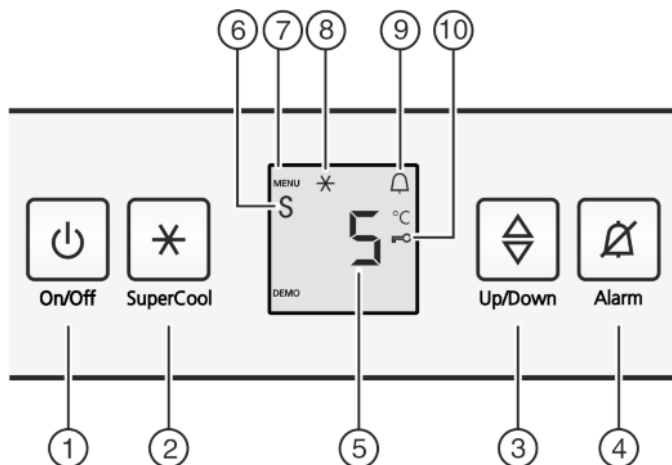

Fig. 2
- ▶ Нажать кнопку On/Off Fig. 2 (1).
- ▶ Активация режима настройки: удерживайте кнопку SuperCool Fig. 2 (2) прим. 5 с.
- ▷ Символ меню Fig. 2 (7) горит.
- ▶ С помощью клавиши настройки Fig. 2 (3) выберите с.
- ▶ Коротко нажимайте кнопку SuperCool Fig. 2 (2) для подтверждения.
- ▶ Для включения защиты от детей коротко нажмите клавишу SuperCool Fig. 2 (2).
- ▷ Символ "Защита от детей" Fig. 2 (10) горит. На индикации мигает с.
- ▶ Для выключения защиты от детей коротко нажмите клавишу SuperCool Fig. 2 (2).
- ▷ Символ защиты от детей Fig. 2 (10) гаснет. На индикации мигает с.
- ▶ Выход из режима настройки: нажмите кнопку On/Off Fig. 2 (1).
- ▶ Нажмите кнопку Alarm Fig. 2 (4).
- Активация режима настройки: удерживайте кнопку SuperCool Fig. 2 (2) прим. 5 с.
- ▷ Светится символ Меню Fig. 2 (7).
- Чтобы вызвать функцию режима Sabbath: нажмите и сразу отпустите кнопку SuperCool Fig. 2 (2).
- Для включения режима Sabbath нажмите и отпустите кнопку SuperFrost Fig. 2 (2).
- Для выключения режима Sabbath нажмите и отпустите кнопку SuperFrost Fig. 2 (2).
- Выход из режима настройки: Нажать кнопку On/Off Fig. 2 (1).
- ▷ На индикаторе температуры показывается символ режим Sabbath Fig. 2 (6) до тех пор, пока активен режим Sabbath.
- Активация модуля регулировки температуры: нажмите кнопку настройки Fig. 2 (3).
- Температуру меняйте ступенями по 1 °C: нажимайте кнопку настройки Fig. 2 (3) до тех пор, пока на индикаторе температуры не будет высвечена требуемая температура.